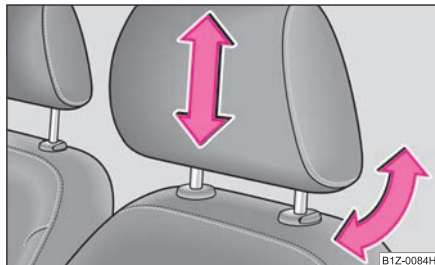

Fig. 62 Reglarea tetierei
- Cuprindeți tetiera cu ambele mâini de părțile laterale și împingeți în sensul indicat de săgeată ⇒ fig. 62 în sus sau în jos.
- Prin reglarea înclinării tetierei puteți stabili o poziție relaxantă pentru capul dumneavoastră ⇒ fig. 62. Prin reglarea tetierei se mărește confortul în timpul deplasării.